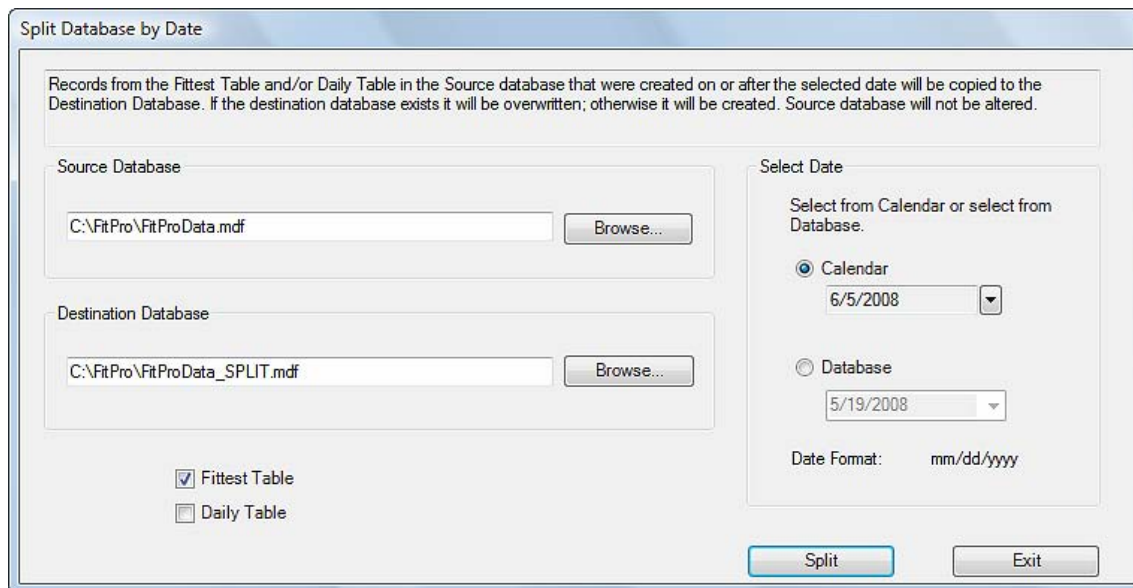

Ilustración 29. Cuadro de diálogo Split Database (Dividir base de datos)
1. Seleccione **Database | Utilities | Split Database** (Base de datos | Utilidades | Dividir base de datos). Aparecerá el cuadro de diálogo Split Database by Date (Dividir base de datos por fecha) (Ilustración 29).